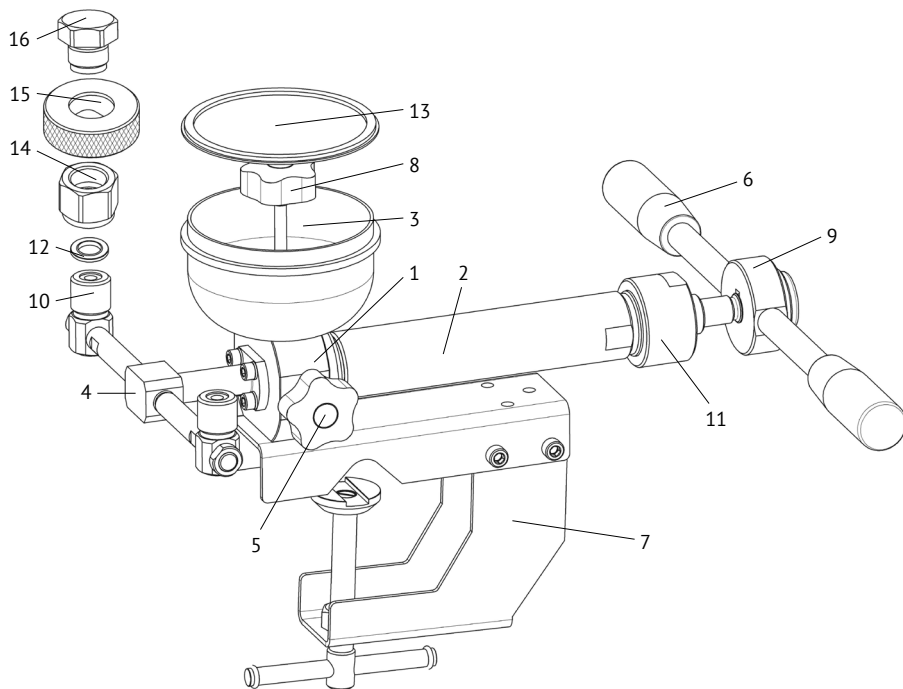

Рис. 1. Внешний вид прибора:
4.1 Пресс гидropневматический малогабаритный ПГМ состоит из бронзового *корпуса 1 (Рис. 1)*, с присоединенным рабочим цилин-
6.3 Надежно закрепите ПГМ на столешнице или трубе посредством *струбцины 7* (Рис. 1).
6.5 Установите резинометаллические уплотнения 12 (Рис. 1) на стойки 10 и накрутите требуемого размера гайки соединительные 14 (левая резьба) из комплекта ЗИП. Проверьте состояние *вентиля рам-*
6.6 Залейте 100 — 150 мл рабочей жидкости в стакан. Откройте *вентиль сброса давления 8*, отвернув иглу на 2-3 оборота до момента пока рабочая жидкость не появится в отверстиях стоек для поверяемых СИ. После этого вращением по часовой стрелке закройте *вентиль рампы 5* (Рис. 1) до упора, не прилагая больших усилий.
7.2 Проконтролируйте состояние и точность установки резинометаллических *уплотнений 12* (Рис. 1), состояние торцевых поверхностей *штуцеров* присоединяемых СИ.
7.4 Откройте вентиль *рампы 5* (Рис. 1), отвернув иглу на 0,5—1 оборота.
8.2 Ежедневное техническое обслуживание: произведите внешний осмотр, очистите от загрязнений и пыли — сухой, чистой ветошью. Проверьте наличие смазки на поверхности *ходового винта пресса 11 (Рис. 1)*. При её отсутствии или недостаточном количестве произвести смазывание поверхности винта консистентной смазкой ЛИТОЛ — 24 ГОСТ 21150-87.